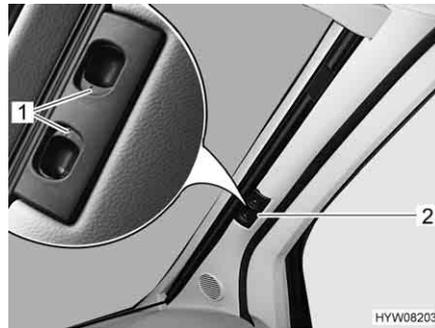

Fig. 30 Tendina oscurante pieghevole per il parabrezza
- Spingere verso l'esterno le due metà della tendina oscurante pieghevole del parabrezza per la maniglia (Fig. 30,2) fino all'arresto. Durante questa operazione spostare orizzontalmente la maniglia verso la rientranza di bloccaggio.
- Fare innestare le maniglie di sbloccaggio (Fig. 30,1).